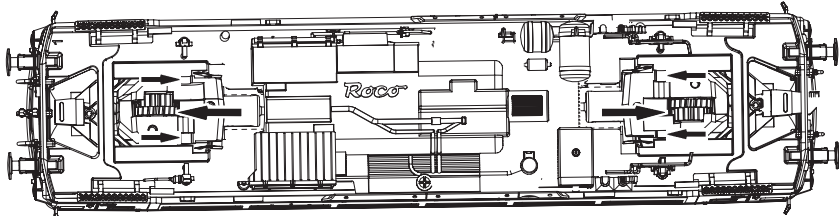

Fig. 9
3. Motorwechsel: Lokgehäuse und Inneneinrichtung abnehmen (Fig. 3+9). Danach wird der Motor ausgebaut (Fig. 9).
3. Motor Changing: First remove loco body and interior (fig. 3+9), and then the motor (fig. 9).